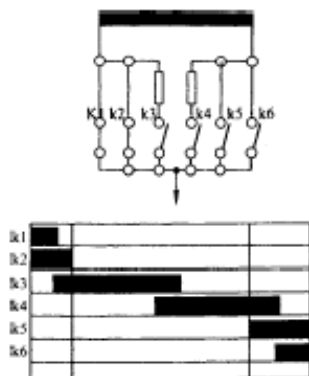

Figura 26- Processo de Troca dos Contatos da Chave Comutadora
- Verificar a ordem de troca da Chave Comutadora (em forma de onda). O tempo requerido para a troca da Chave Comutadora de uma posição par para uma ímpar será de 35-55ms (onda contínua) e o tempo para a derivação nos contatos de transição será de 2-7ms. Veja a Figura 26.